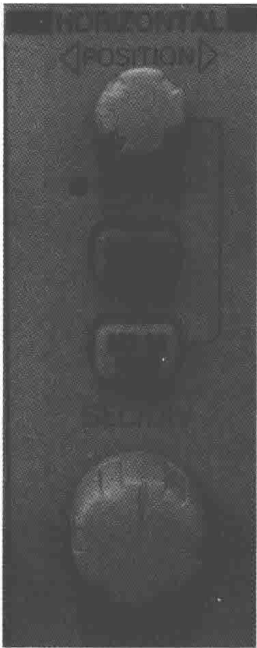

图 2-8 水平控制区
(2) 水平控制区：包括水平位置旋钮（Horiz Menu）、水平菜单（Position）、设置为 0（Set To Zero）按钮和秒/格（SEC/DIV）旋钮，如图2-8所示。